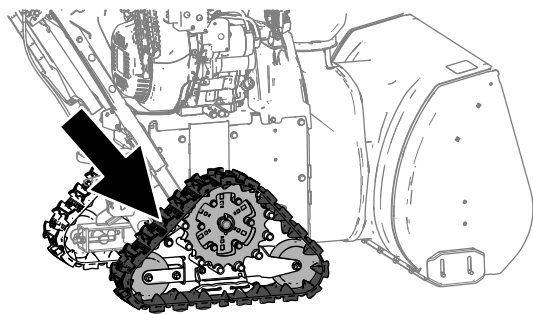

Figura 25
2. Aplicați o forță de 44 N între rola din mijloc și cea din spate (Figura 25).